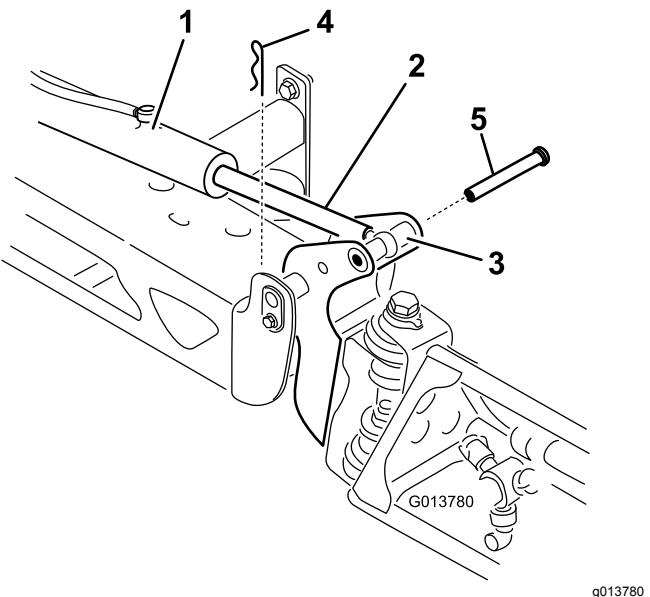

Figura 63
2. Retire el pasador de horquilla del pasador de giro (Figura 63).
3. Eleve el brazo, retire el pasador (Figura 63) y baje lentamente el brazo al suelo.
7. Sujetando el brazo, introduzca el pasador a través del pivote del brazo y del émbolo del actuador (Figura 63).